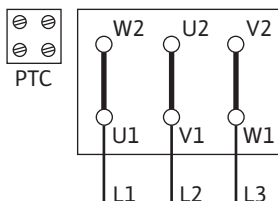

Fig. 14: Δ-schakeling
- De netaansluiting is afhankelijk van het motorvermogen P2, de netspanning en het inschakeltype. De vereiste schakeling van de verbidingsbruggen in de klemmenkast vindt u in de volgende tabel en Fig. 14, 15 en 16.